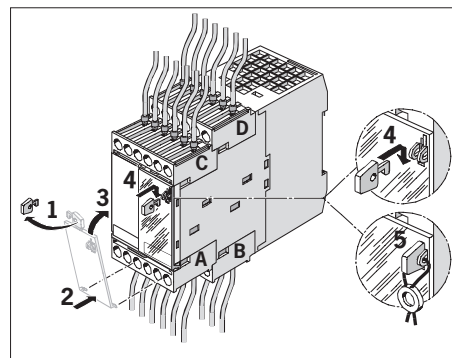

Bild 3: Montage und Verplombung Abdeckscheibe
- ⚠ Zum Schutz vor elektrostatischen Störungen muss während des Betriebes die beiliegende Abdeckscheibe unbedingt montiert sein (siehe Bild 3).
- ▶ Abdeckkappe anbringen und plombieren (siehe Bild 3).